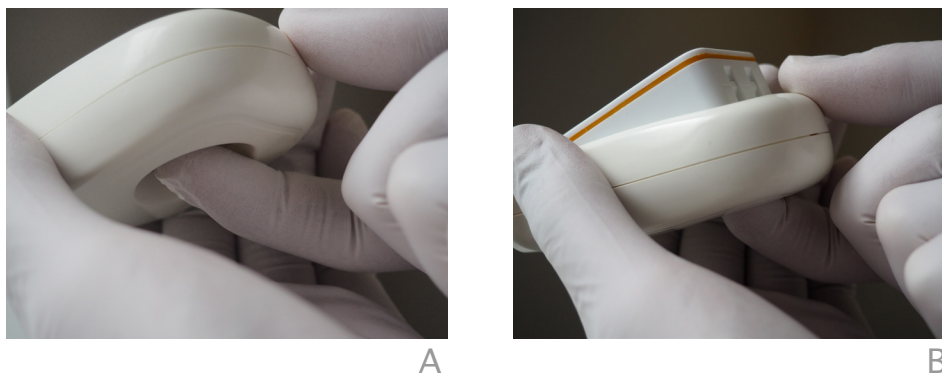

Figure 15: Éjection du moniteur de pression
- Si la bande adhésive n'est pas visible après l'éjection du moniteur de pression de l'introducteur (voir Figure 15), enlevez manuellement la doublure protectrice. Ne réappliquez pas le même adhésif. Si après une première application, l'on change l'endroit où est placé le corps de l'appareil, il est recommandé d'utiliser une nouvelle bande de ruban adhésif médical. Veillez à ne pas couvrir l'évent de pression (voir Figure 4) avec le ruban adhésif médical.